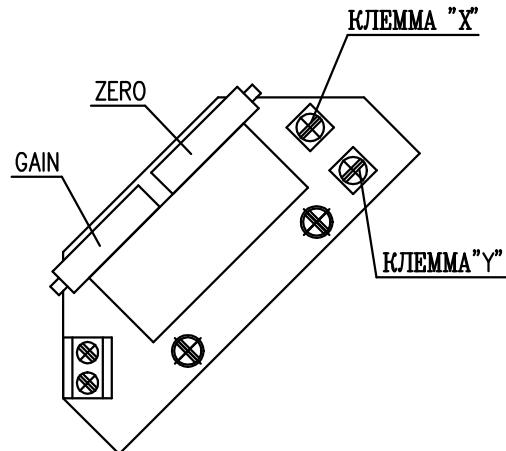

Рис. 6
EPV - 2-проводниковое включение (рис.6)
- Установите датчик сопротивления на основании инструкций в предыдущей главе так, что величину сопротивления измеряйте на клеммах X-Y (рис.6). (употреблен датчик с сопротивлением 100W)
- Поворачиванием устанавливающего триммера ZERO (рис.6) установите величину выходного сигнала тока, измеряемого на клеммах 81-82, на величину 4 мА.
- Поворачиванием устанавливающего триммера GAIN (рис.6) установите величину выходного сигнала тока, измеряемого на клеммах 81-82, на величину 20 мА.